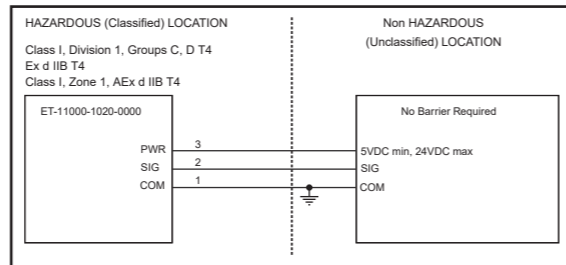

Figure 2
- Explosion proof when connected per Figure 2
- L'équipement est antidéflagrant quand il est branché selon Figure 2